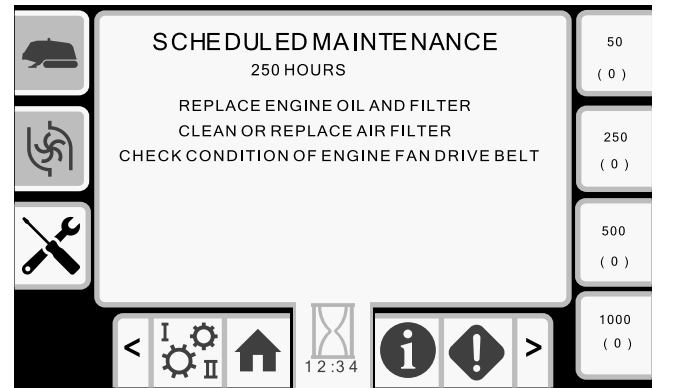

Рисунок 49
- Кнопка 6 — регламент технического обслуживания после наработки 250 часов (Рисунок 49)